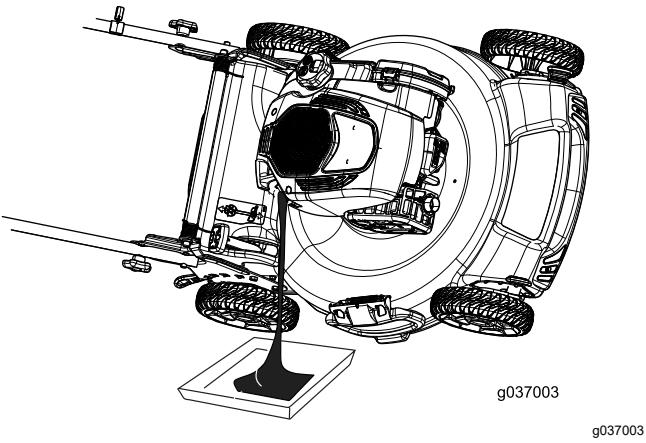

Figura 32
4. Inclinete la macchina sul fianco (di modo che il filtro dell'aria si trovi in alto) per scaricare l'olio usato attraverso il tubo di riempimento (Figura 32).